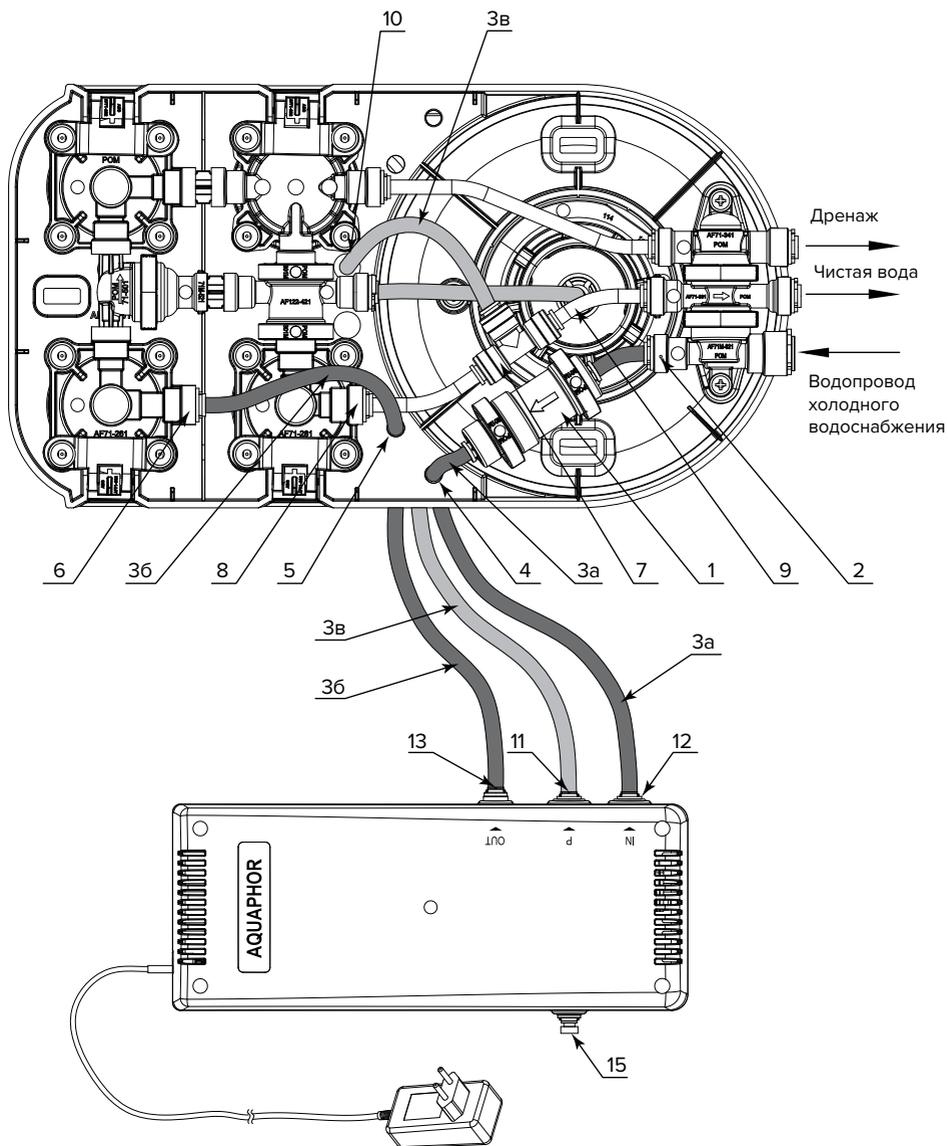

Рисунок 5. Схема подключения КПД к автоматам питьевой воды Аквафор Марион DWM-101S и DWM-101
ПОДКЛЮЧЕНИЕ КПД К АВТОМАТУ ПИТЬЕВОЙ ВОДЫ АКВАФОР МОРИОН DWM-101S И DWM-101 (рис. 5)
- Установите в выходной штуцер реле высокого давления заглушку (15) (входит в комплект поставки КПД).
- Отсоедините трубку, входящую в комплект DWM, от штуцеров (2) и (6).
- Отсоедините трубку (9) от штуцера (8).
- Подключите собранный редуктор с трубкой (1), входящий в комплектацию КПД, к штуцеру (2). Убедитесь, что направление стрелки на корпусе редуктора соответствует показанному на рис. 5. После чего проденьте трубку JG (in) (3а) в технологическое отверстие (4) в консоли, подсоедините ее одним концом к свободному выходу редуктора (1), другим концом – к входному штуцеру (12) КПД.
- Трубку JG (out) (3б) проденьте в технологическое отверстие (5) в консоли, подсоедините ее одним концом к штуцеру (6) другим концом – к штуцеру (13) КПД.
- Подключите собранный тройник с трубкой (7), входящий в комплектацию КПД, к штуцеру (8). После чего трубку JG (9), входящую в схему DWM, подключите к тройнику (7), как показано на рис. 5. Один конец трубки JG (3в) (входит в комплектацию КПД), предварительно продев его в технологическое отверстие (10) в консоли, подключите к свободному выходу тройника (7). Второй конец трубки подключите к штуцеру (11).
- Закройте крышку DWM. Проверьте, установку заглушки (15) в одиночный штуцер КПД (рис. 5). Заглушка должна быть вставлена в штуцер до упора и зафиксирована клипсой (рис. 2а).